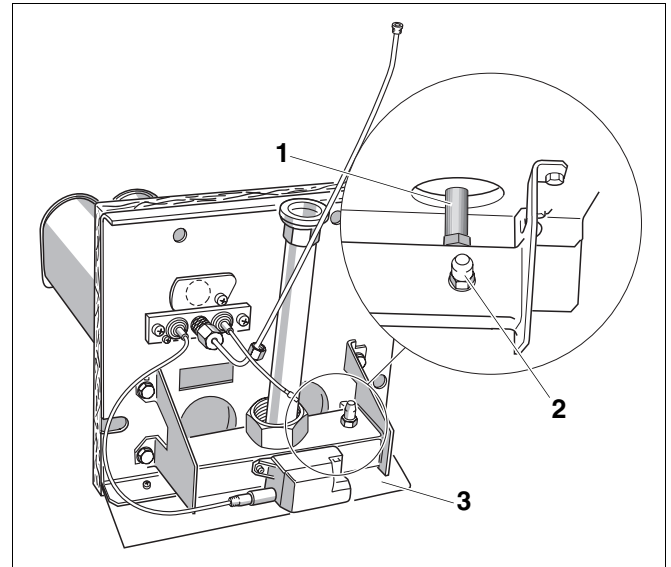

Abb. 57 Hauptgasdüsen austauschen
- Sekundärluftdosierblech (Abb. 57, **Pos. 3**, Seite 59) abschrauben und gegen ein Neues austauschen. Zur Unterscheidung: Das Blech für Flüssiggas hat keine Umkantung.
- Hauptgasdüsen (Abb. 57, **Pos. 1**) gegen die Hauptgasdüsen der neueren Gasart austauschen. Dabei neue Dichtungen einlegen.